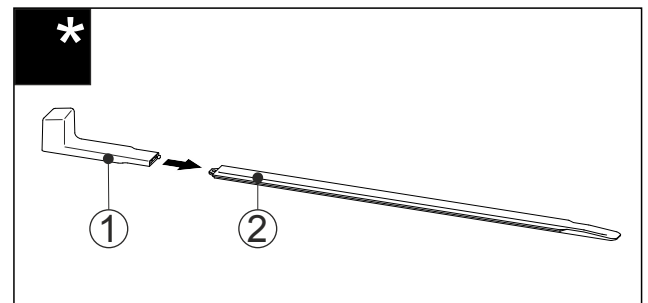

Fig. 54
- Montagegriff Fig. 54 (1) an die Nivellierschiene Fig. 54 (2) stecken.